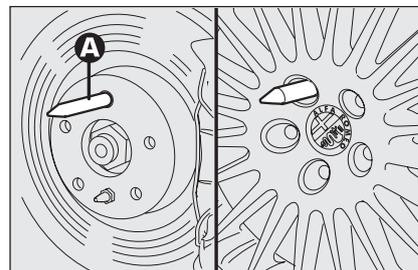

fig. 10
- avvitare il perno di centraggio **A-fig. 10** in uno dei fori dei bulloni di fissaggio presenti sul mozzo ruota;
- svitare il perno di centraggio **A-fig. 10** ed avvitare l'ultimo bullone di fissaggio;